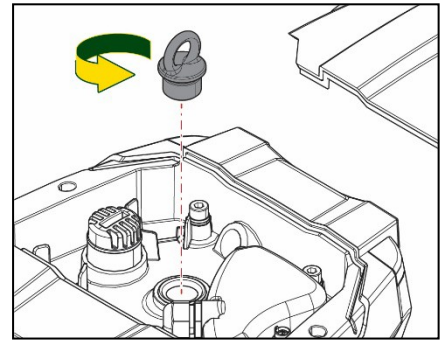

Abbildung 22
2. Entfernen Sie die Hebeöseschraube im oberen Bereich, indem Sie diese abschrauben (Abb.22). Während des Betriebs ist darauf zu achten, dass keine Verunreinigungen (flüssig oder fest) in den Motor gelangen.